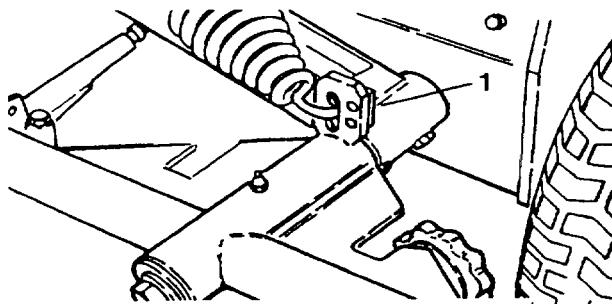

Figure 49
- Accrocher une extrémité du ressort dans le second trou (à partir du bas) sur la patte de levage de l'unité de coupe (Fig. 49).